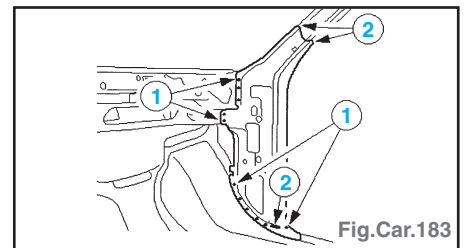

Fig.Car.183
- Souder par bouchonnage (1) et en cordon continu sous gaz protecteur (2) (Fig.Car.183).